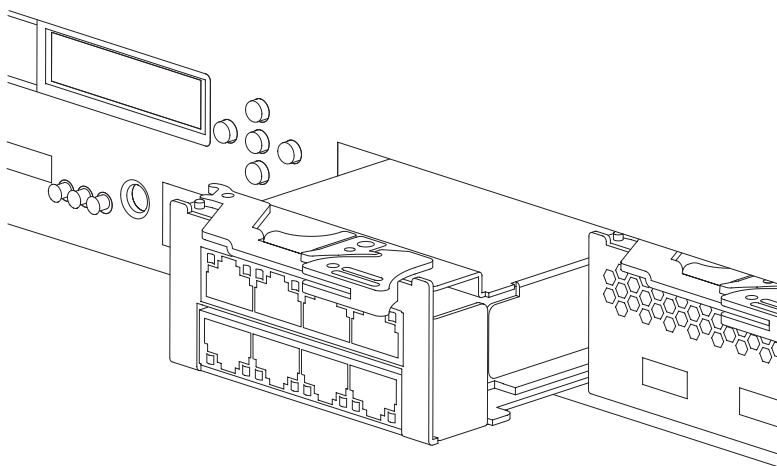

Figura 26. Remover um módulo Ethernet
- Puxe a alavanca na sua direcção para retirar os módulos Ethernet, conforme ilustrado na Figura 26.